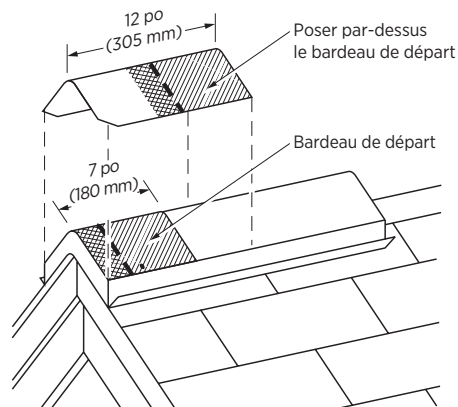

Figure 11-13 : Posez un bardeau de faîtage entier par-dessus le bardeau de départ, en le faisant affleurer au bas et aux côtés de celui-ci.
3. Appliquez un bardeau de couronnement complet sur le bardeau de départ (Figure 11-13) et placez les fixations à 5-5/8 po (6-1/4 po pour le système métrique) en haut du bord inférieur exposé et à 1 po de chaque côté. Les clous ne doivent pas être exposés quand la toiture est finie. Il faut enfoncer les clous à angle droit et les têtes de clou ne doivent pas percer la surface des bardeaux.